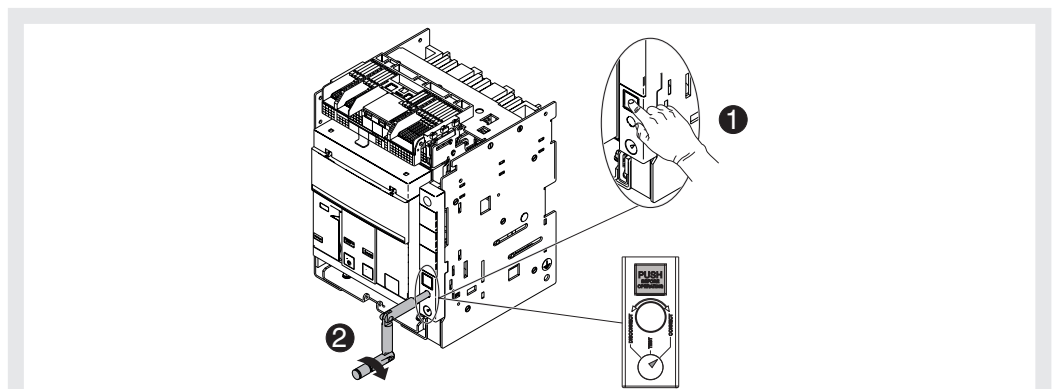

Figura 36
7. Apretar el pulsador de bloqueo y girar la manivela en sentido horario hasta que el pulsador salga y el indicador señale que el interruptor está en posición **CONNECT**. Véase Figura 36.